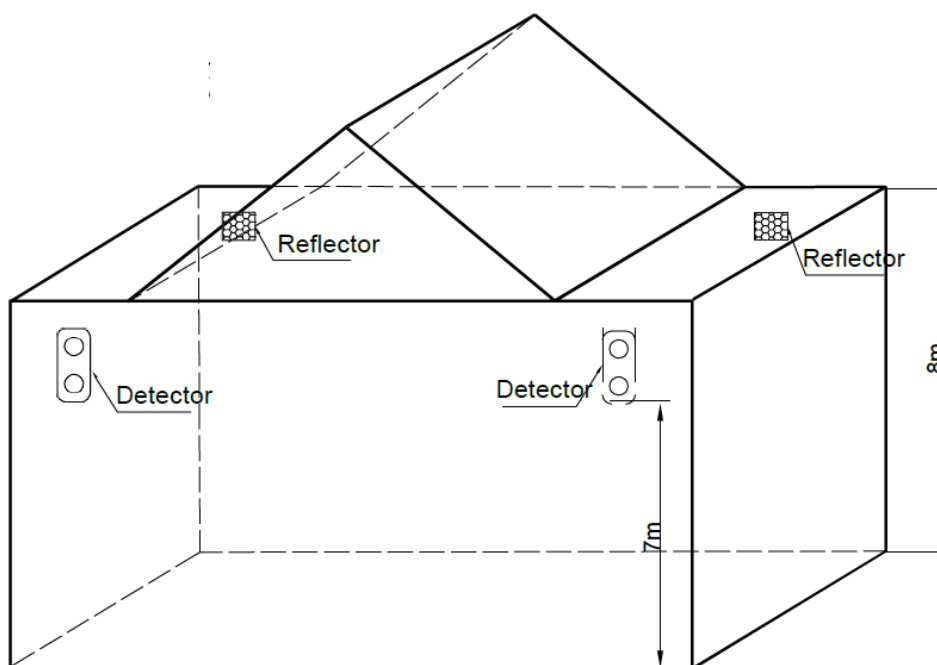

Fig. 6 Montagem
- c) Quando a altura do espaço é superior a 8m, o telhado é normalmente empina sem teto, o detector e o refletor devem ser montados nas duas paredes opostas a cerca de 8m do chão, garantindo que a distância vertical entre o detector / refletor e a parte superior do o edifício tem mais de 0,5 m, consulte a Fig. 6. A distância deve ser de 7 m do detector ao chão.